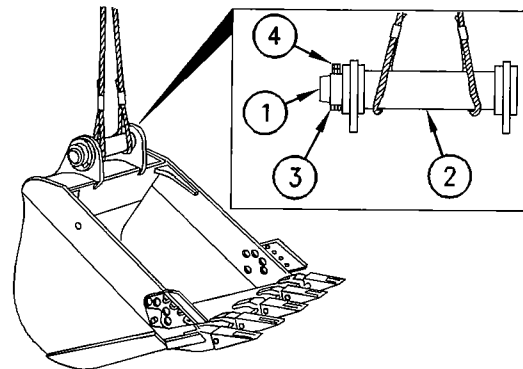

Ilustración 318
- (1) Pasador
- (2) Manguito
- (3) Pernos
- (4) Tuercas
Instale el pasador (1) y el manguito (2) en los soportes del cucharón. La ilustración 318 indica el método de sujeción del pasador (1) con los pernos (3) y las tuercas (4). Sujete dos cables metálicos de la capacidad nominal apropiada al pasador (1).